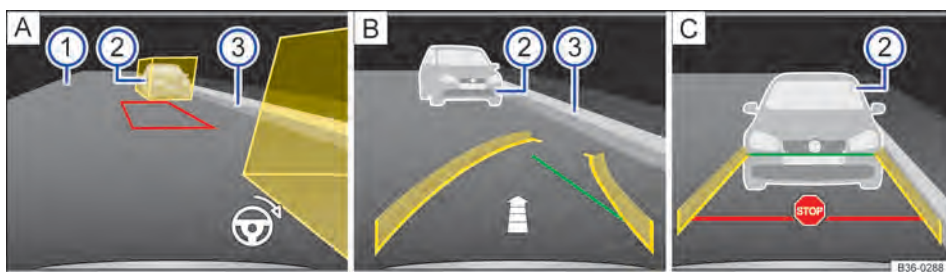

Fig. 206 Exibição do display da câmera de marcha a ré: entrar na vaga com o modo 2.
Legenda para Fig. 206:
8.	Posicionar o veículo a uma distância de aproximadamente 1 metro paralelamente à fila de estacionamento, de modo que as caixas de auxílio exibidas reconheçam todos os obstáculos → Fig. 206 ②  . Não pode haver obstáculos na área entre as caixas de auxílio.
14.	O símbolo de volante na margem inferior direita da imagem → Fig. 206  indica ao condutor o movimento do volante necessário durante todo o processo de estacionamento.
16.	OU: até que a guia lateral verde curva coincida com o limite lateral da vaga de estacionamento, por exemplo, meio-fio ③.
17.	Uma seta → Fig. 206  indica, dependendo da quantidade de segmentos representados, o trecho para trás que ainda deve ser conduzido.
Conduzir mais para trás vagarosamente até que seja exibido o símbolo para parar → Fig. 206 [C].